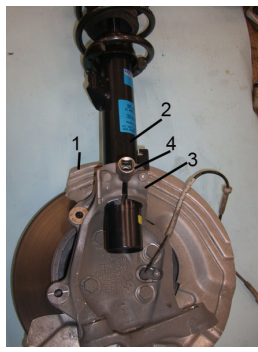

Fig. 5:
- **Fig. 5** Radträger (1) mit Federbein (2) entnehmen und ablegen.
- Federbeinbefestigungsschraube (3) entfernen.
- Federbeinaufnahme mit Spezialwerkzeug (4) aufspreizen und Federbein herausziehen.
- **Fig. 5** Remove wheel carrier (1) with suspension strut (2).
- Remove suspension strut attachment screw (3).
- Use special tool (4) to spread suspension strut mount, and
- **Fig. 5** Enlever le support de roue (1) avec la jambe de force (2) et les poser.
- Enlever la vis de fixation de la jambe de force (3).
- Écarter le support de jambe de force avec un outil spécial (4) et extraire la jambe de force.
- **Fig. 5** Extraer el amortiguador (2) con las rótulas (1) y apartarlo.
- Extraer el tornillo de sujeción (3) del amortiguador.
- Abrir el alojamiento del amortiguador con una herramienta especial (4) y